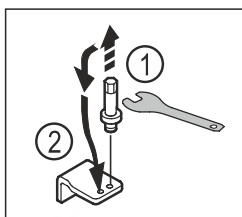

Fig. 22
- ▶ Skru bolten af det nederste hængsel med en SW5-unbrakonøgle. Fig. 22 (1)
- ▶ Indsæt bolten på den modsatte side. Fig. 22 (2)